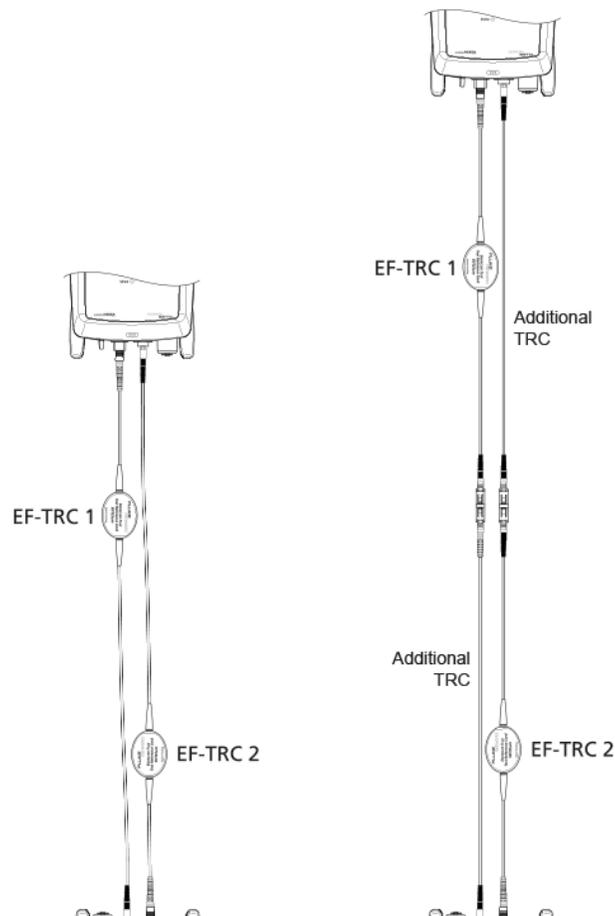

Figura 3. Conexiones de referencia y comprobación de TRC para el modo Smart Remote
2. Desconecte los latiguillos de comprobación de los puertos de ENTRADA en el comprobador y el control remoto, después use latiguillos de comprobación y adaptadores para hacer las conexiones para verificar los TRC como se muestra en la pantalla y en la figura 3.